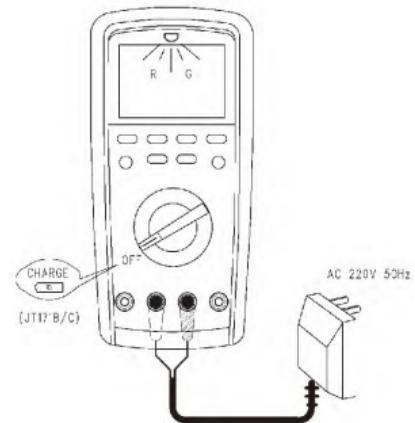

Figura 13
11. Saída de onda quadrada (veja a Figura 13)